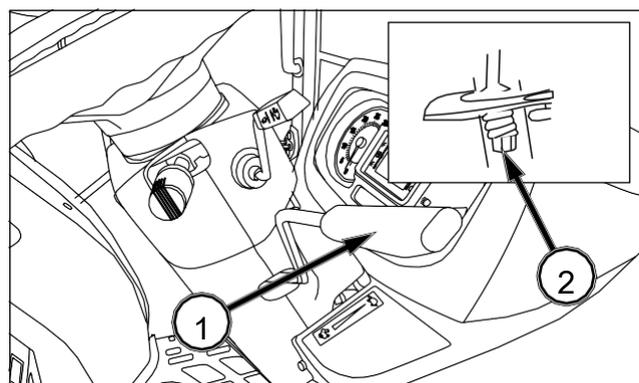

FIG. 215
FIG. 215: La palanca de aceleración (1) debe permanecer en la posición elegida por el conductor. Debido al uso normal, la fricción de la palanca disminuye, con lo que se puede quitar la posición seleccionada. Gire la tuerca de ajuste (2) si fuese necesario para mantener la palanca de aceleración en la posición elegida.